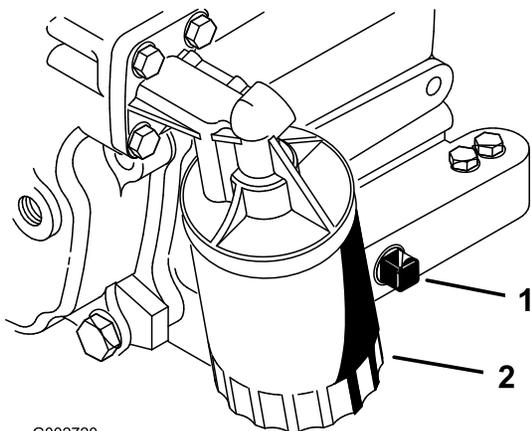

Bild 28
2. Entfernen Sie die Ablassschraube (Bild 28) und lassen Sie das Öl in die Auffangwanne ab. Schrauben Sie die Ablassschraube wieder ein, nachdem das Öl abgelaufen ist.
3. Entfernen Sie den Ölfiter (Bild 28).